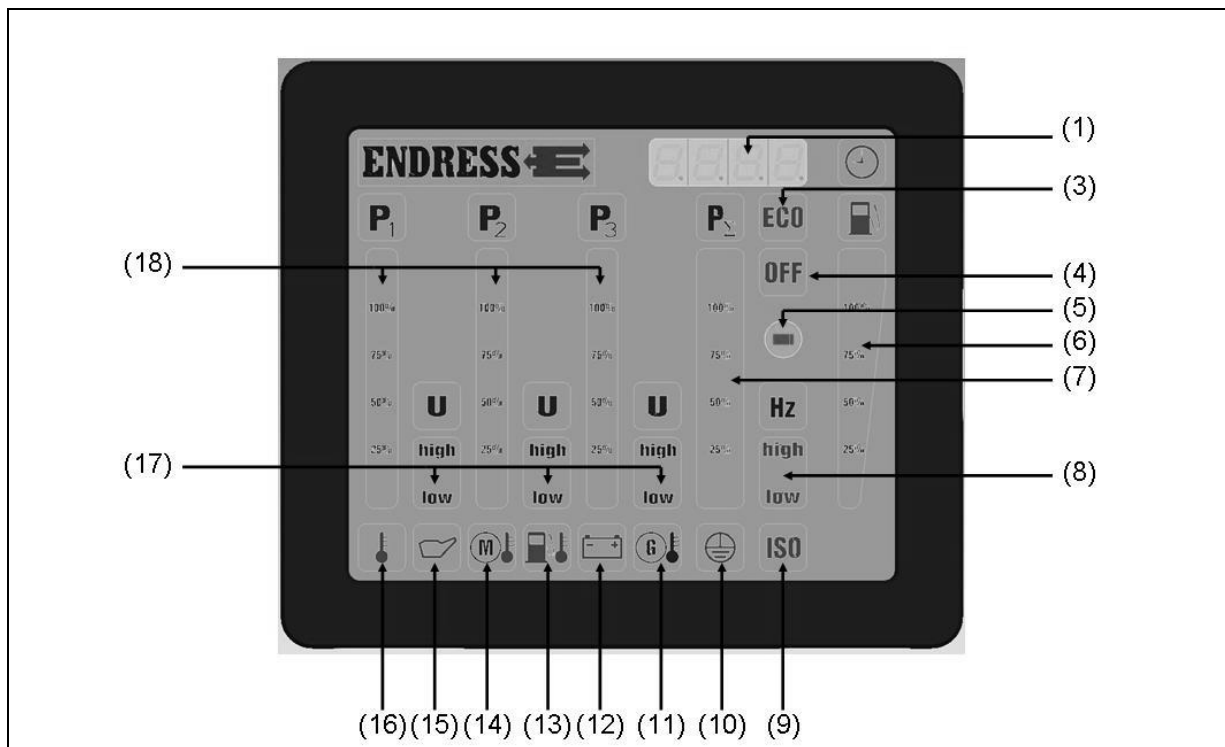

Abb. 4-5: Multifunktionsdisplay
**Füllstand Kraftstofftank:** Die Anzeige (siehe Abb. 4-5-(6)) gibt einen ungefähren Richtwert über den Tankinhalt.
**Relative Belastungsanzeige:** Belastung ( $P_{\Sigma}$ ) (siehe Abb. 4-5-(7))
- ✓ Das Symbol am Display (siehe Abb. 4-5-(9)) zeigt das Ergebnis an:
- ✓ Das Symbol am Display (*siehe Abb. 4-5-(9)*) zeigt das Ergebnis an: